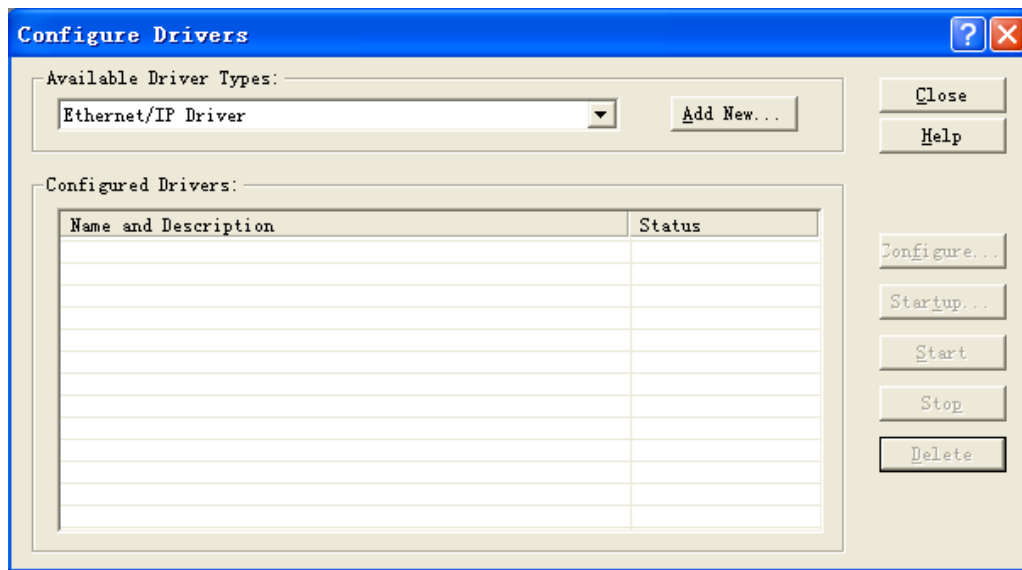
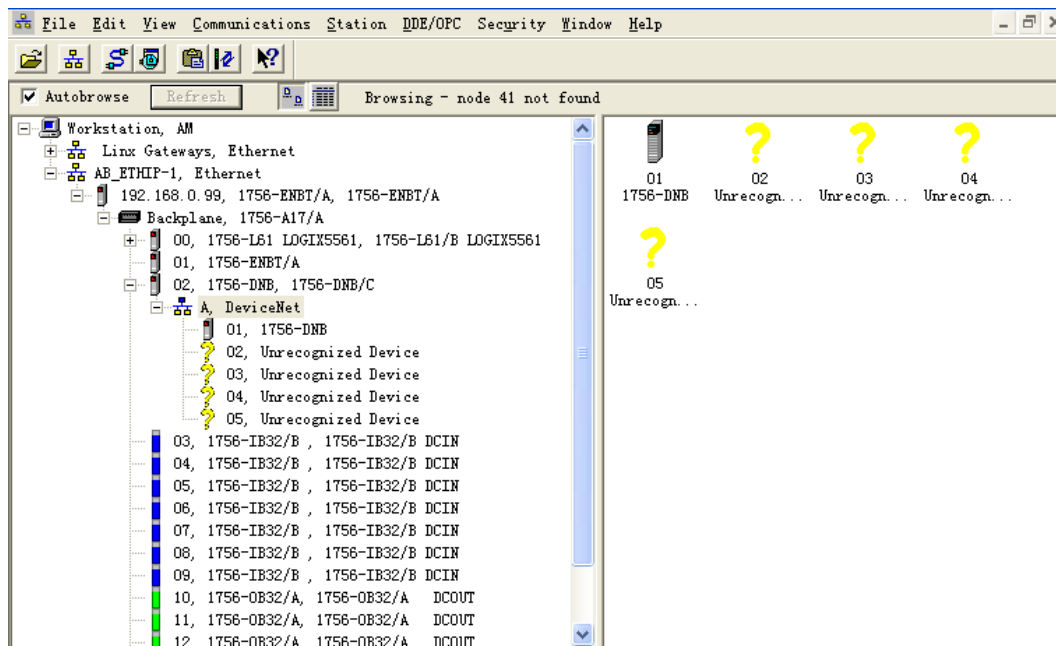

Fig. 3-4 RSLinx 下驱动配置
Fig. 3-5 RSLinx 在线
Step 2: RSLinx 软件环境下创建驱动。本文例中控制器为 1756-L61，配有适配器 1756-ENBT 和 1756-DNB，编程电脑通过 EtherNet 接到 ENBT 模块上，Fig. 3-4 所示为例中 RSLinx 配置驱动。Fig. 3-5 可看到变频器的图标均为？，表明此设备为未识别的设备，即 RSNetworkx for DeviceNet 软件库中缺少对应设备的 EDS 文件。此时，可以下通过两种方法识别设备：